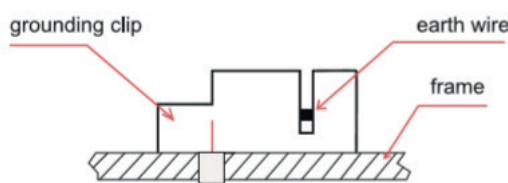

Figure 2
- Comme le montre la *figure 2*, la pince de mise à la terre se compose d'un curseur, d'une base et d'une vis à filetage auto-captivante ou d'une vis 8-32 et d'un écrou hexagonal. La pince de mise à la terre accepte les fils de cuivre solides non isolés de calibre 10 ou 12 AWG.